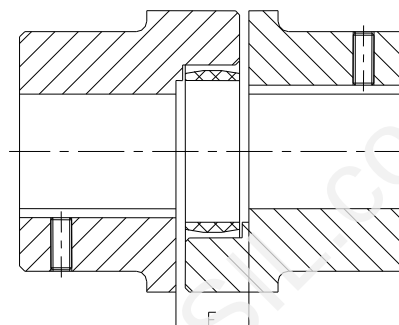

Figura 11: montagem do acoplamento
- Posicionar a unidade acionadora ou acionada em sentido axial até atingir a dimensão E (veja figura 11).